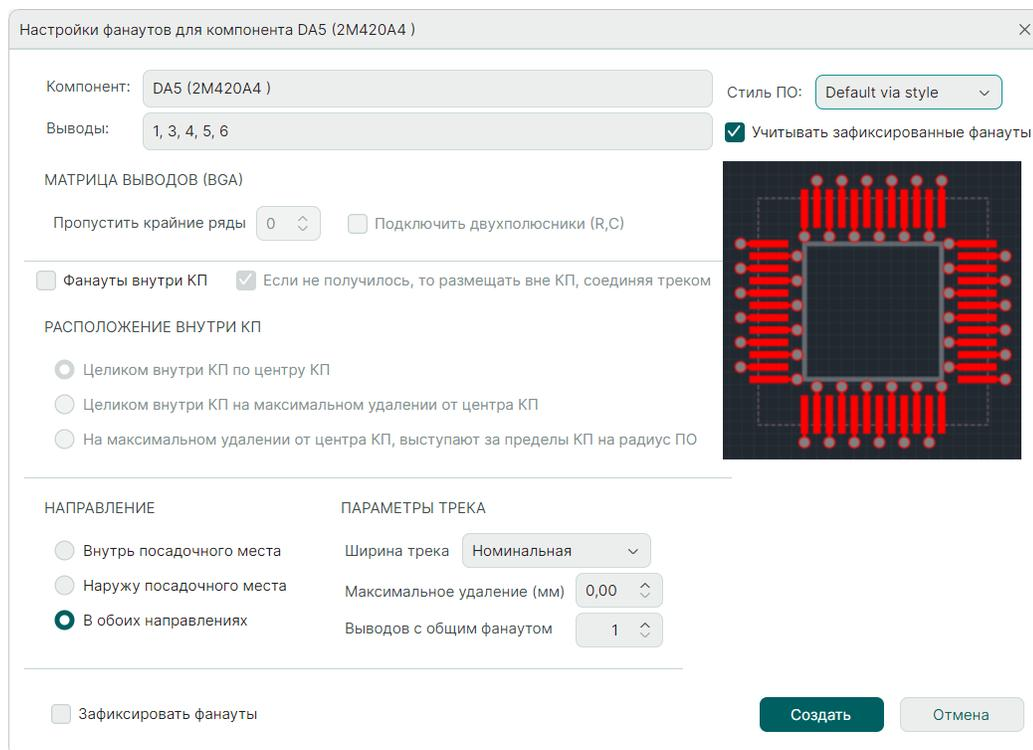

Рис. 300 Окно «Настройки фанатов»
3. Задайте нужные параметры построения фанатуов в окне «Настройки фанатуов» и нажмите кнопку «Создать», см. Рис. 300. Подробное описание настроек построения фанатуов приведено в разделе Настройки построения фанатуов для разных типов ПМ.